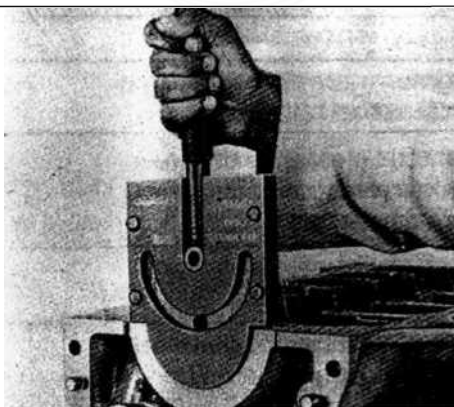

РИС. 49
- 2) Установите сальниковую набивку 7— коренного подшипника в блок цилиндров и крышку при помощи приспособления 2576 5890 0220 (рис. 49).